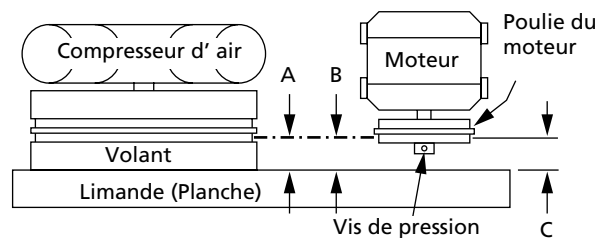

Figure 9
**⚠ AVERTISSEMENT** *Mettre hors circuit et étiquetter la source de puissance et dissiper toute pression du réservoir pour éviter le mouvement inattendu du modèle.* Vérifier la rigidité des courroies chaque 3 mois. Ajuster la rigidité des courroies afin de permettre une déflexion de 0,9 à 1,2 cm avec pression du pouce normale. Aligner les courroies en utilisant une limande contre la face du volant et en touchant le limbe sur les deux bords de la face. Les courroies devraient être parallèles à la limande (Voir la Figure 9). Dimension A devrait être la même que B et C pour assurer l'alignement correct des courroies. Des fentes dans la plaque permettent que le moteur glisse en avant et en arrière pour ajuster la tension de la courroie.